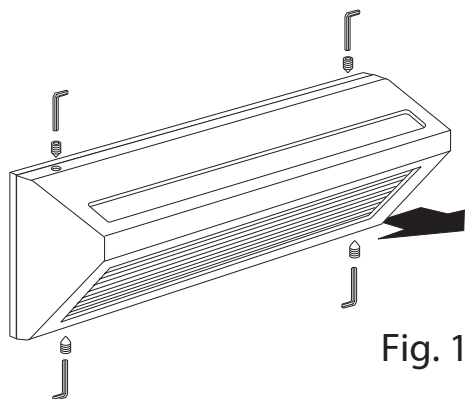

Fig. 1
- Remove the external housing by loosening (with hexagonal key supplied) the 4 screws situated on the edge of the housing (fig. 1)
- Togliere il corpo esterno allentando (tramite chiave esagonale in allegato) le 4 viti situate sul bordo del corpo stesso (fig. 1) .
- Enlever le corps extérieur desserrant (avec clé hexagonale fournie) les 4 vis situées sur le bord du corps (fig. 1) .
- Das äußere Gehäuse entfernen durch Lösen (mit Hilfe des beiliegenden Inbusschlüssels) der 4 am Rand des Gehäuses selbst angebrachten Schrauben (Abb. 1) .
- Quitar el cuerpo exterior aflojando (mediante la llave hexagonal suministrada) los 4 tornillos situados en el borde del cuerpo (fig. 1).